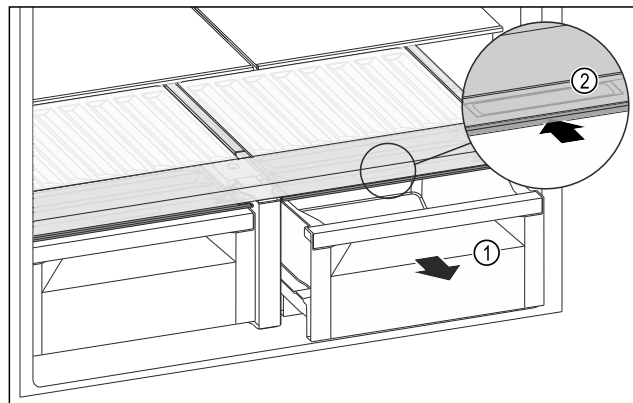

Fig. 141
- ▶ Витягніть висувний ящик Fig. 141 (1).
- ▶ Візьміться за потайну ручку Fig. 141 (2) на кришці відділення й одночасно посуньте кришку відділення назад.